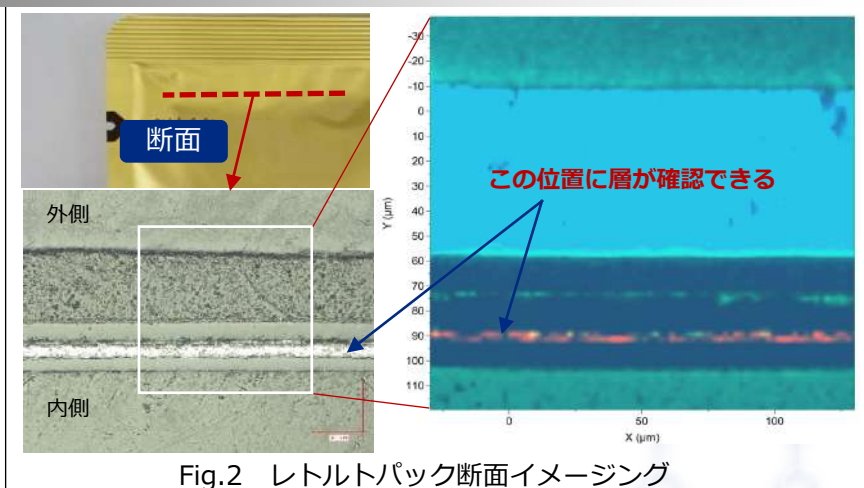

Fig.2 レトルトパック断面イメージング
■ レトルトパックは加熱調理するため、光や酸素などの遮断に加えて、シール性や耐熱性、強度、寸法安定性等が必要になってきます。断面のイメージング分析では、薄い膜もイメージとして捉えることができます(Fig.2)。